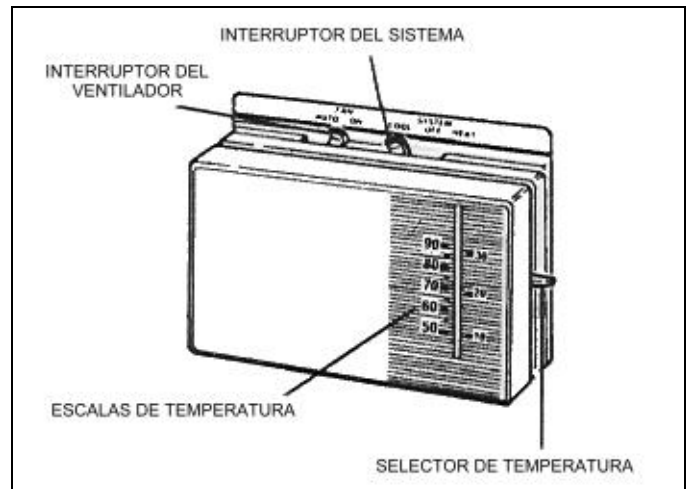

Figura 1. Termostato Típico
1. Fije el interruptor del sistema de termostato en la posición de enfriamiento, COOL, y el interruptor del ventilador del termostato en automático, AUTO (vea la Figura 1)
1. Fije el interruptor del sistema del termostato en la posición de calentamiento, HEAT, y el interruptor del ventilador del termostato en automático, AUTO (vea la Figura 1)